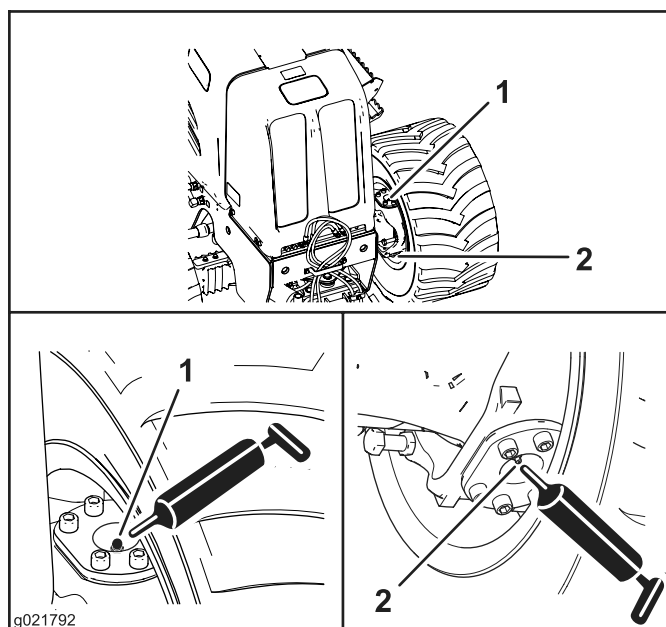
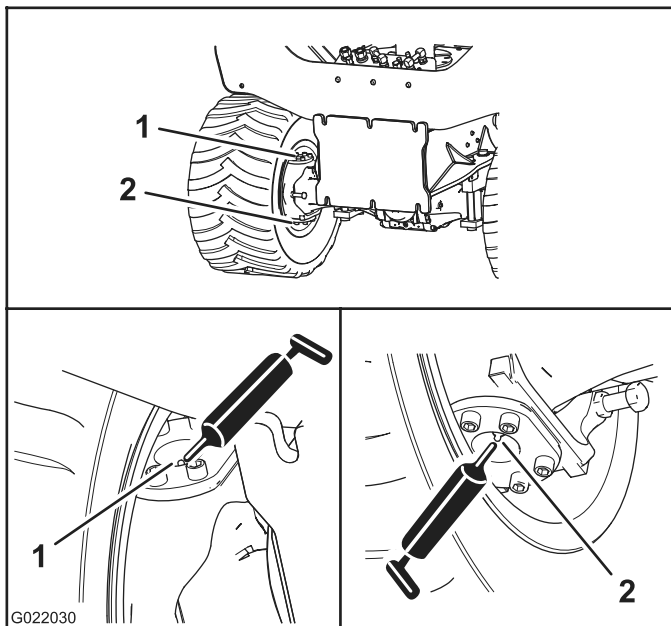

Figura 32
Figura 33
2. Conecte a pistola de graxa às graxeiros dos pivôs superior e inferior; aplique 2 ou 3 bombeadas de graxa em cada graxeira (Figura 32 e Figura 33).